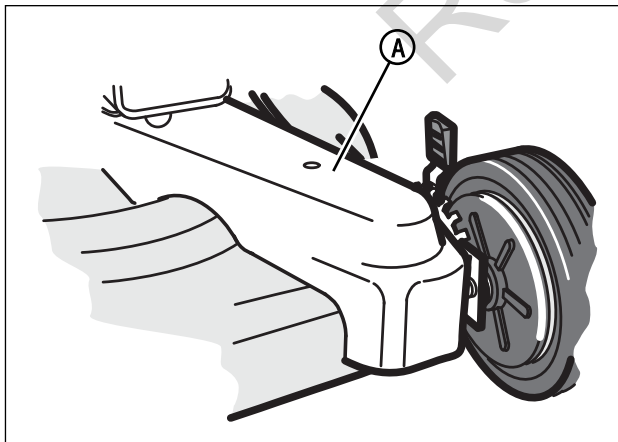

Figura 22: Remoción de la cubierta de la correa
1. Remueva el tornillo que sujeta la cubierta de correa (A, Figura 22). Remueva la cubierta de la correa.